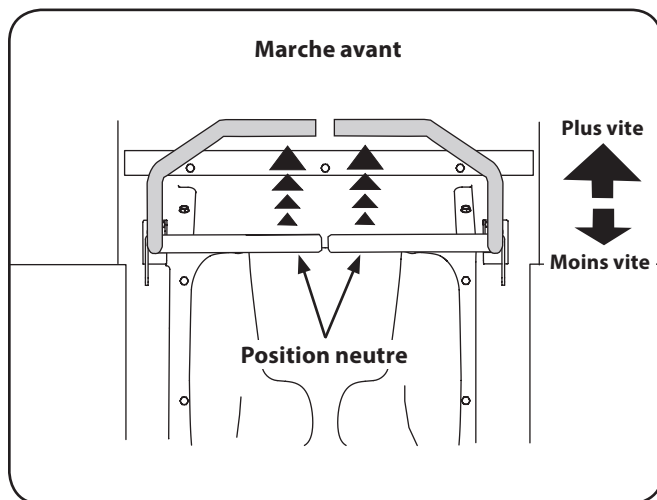

Figure 5-2
- Poussez lentement et graduellement les barres de conduite vers l'avant. Le tracteur commencera alors à avancer. Voir Figure 5-2.